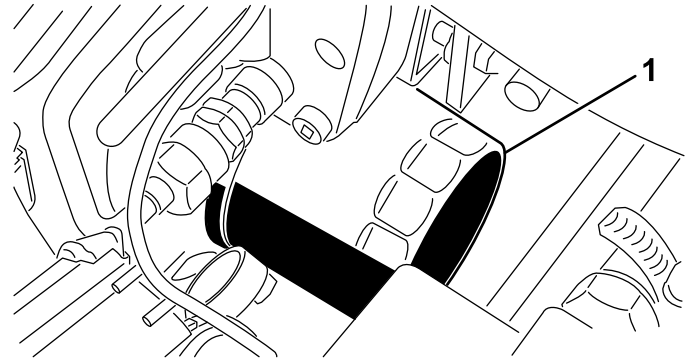

Bild 46
4. Entfernen Sie den Ölfilter (Bild 46).